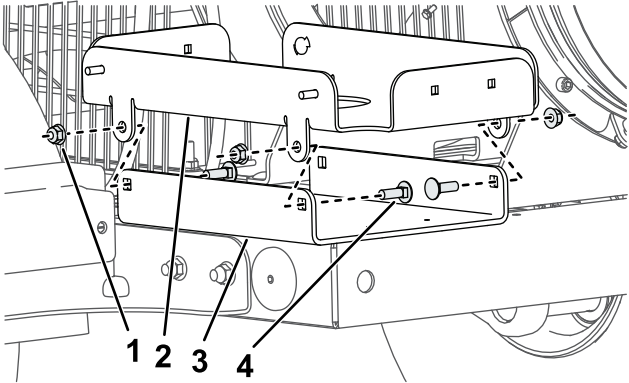

Figura 2
1. Retire el bastidor del depósito de combustible existente e instale el nuevo bastidor del depósito de 38 litros con 4 pernos de cuello cuadrado (5/16") y 4 tuercas con arandela prensada (5/16") a través de los taladros en la bandeja, tal y como se muestra en la Figura 2.